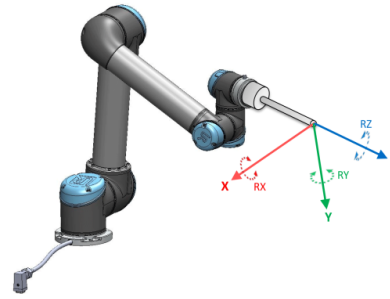

FIGURE 13.2 – Fonction de l'outil (point central de l'outil)
- Fonction de *l'outil* : son origine se trouve au centre du TCP (point central de l'outil) actuel (voir figure 13.2)